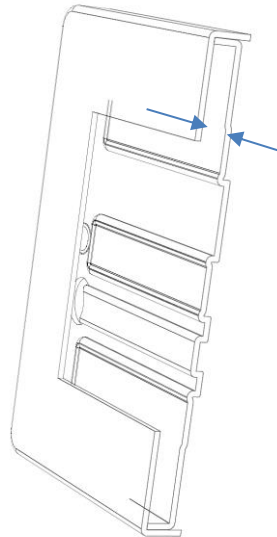

Abbildung 3 - Schnitt Deckel und Halterung
2. Messen Sie den Abstand zwischen der Erhöhung der Tablethalterung (3) und der Unterseite des Deckels (2) (Siehe Abbildung 3).
3. Wählen Sie die passenden Gummiprofile (3) für den Höhenausgleich aus und kleben Sie sie auf die Erhöhungen bis der gewünschte Höhenausgleich erreicht ist.
4. Zentrieren Sie Ihr Tablet (4).